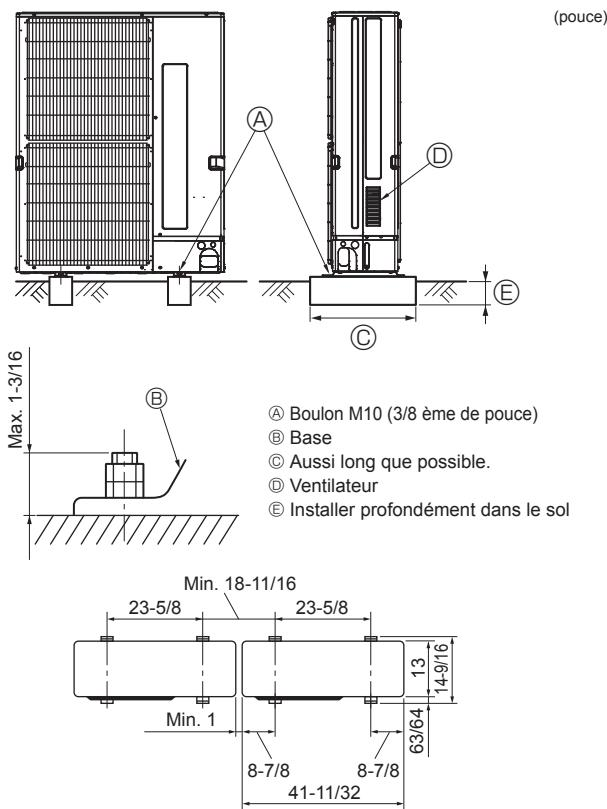

Fig. 4-1
- Bien installer l'appareil sur une surface solide et de niveau, de façon à éviter tout bruit de crêcelle pendant le fonctionnement. (Fig. 4-1)